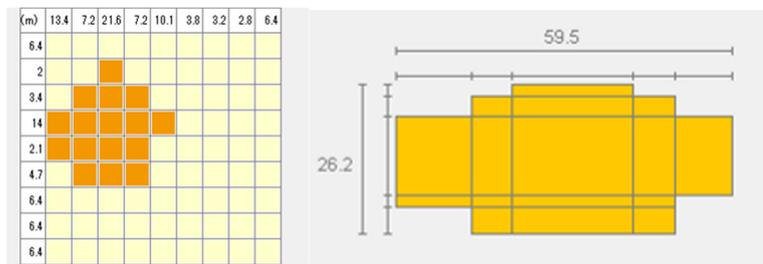

図 1.3.2.3 曲面を有する外壁の入力手順②
③ 図 1.3.2.2 の図面に示す線(★2)を図 1.3.1.8(左)に補助線として追加します。
④ ∟にしたいセルは 1 つに結合した後に三角形に変形します。※∟は外壁のみ対応出来ます。内壁を斜めには出来ません。